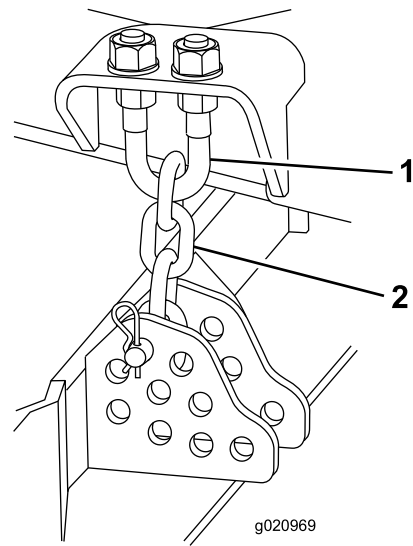

Рисунок 122
4. Снимите игольчатый шплинт и шплинтуемый штифт, которые крепят цепи регулировки высоты скашивания к задней части режущего блока (Рисунок 122).